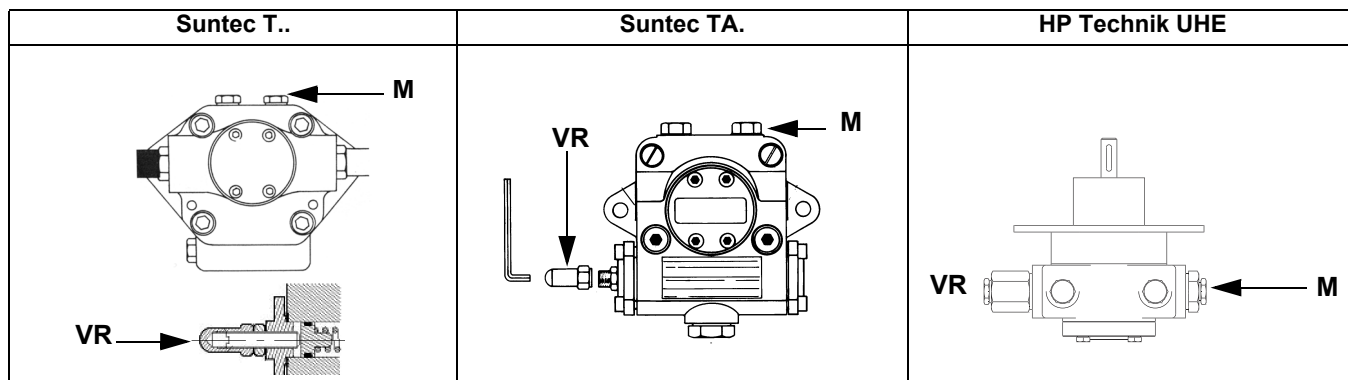

Fig. 5
- 3 purgar el aire de la conexión (**M**) manómetro de la bomba (Fig. 5), aflojando levemente el tapón, sin quitarlo; luego soltar el contactor;
- 5 La presión de alimentación de la boquilla ya es previamente calibrada en fábrica y no debe ser modificada. Sólo si fuera necesario, regular la presión de alimentación (véase apartado correspondiente) de la siguiente manera: colocar un manómetro en la posición indicada en Fig. 6 intervenir en el tornillo de regulación **VR** de la bomba (véase Fig. 5) hasta obtener una presión en la boquilla igual a 20 bar (boquillas Monarch o boquillas Bergonzo – véanse gráficos en pag. 43-34)
- 2 Desenroscar los tornillos 1, 2, 3, 4 con la llave de macho hexagonal núm. 3, y retirar la tapa del filtro 5 (Fig. 5).
3. Atornillar el DV con 2 tornillos M5, máx. 5 Nm/44 in.lb, fig. 5/6.